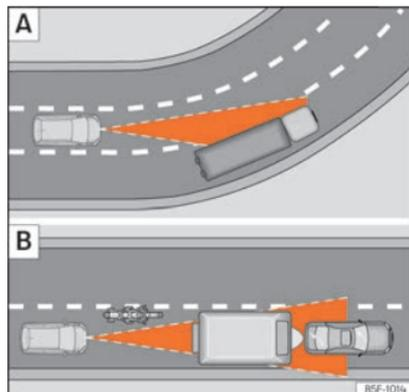

Fig. 182 [A] Veículo numa curva. [B] Motociclo que circula à frente, fora do raio de alcance do sensor de radar.
O ACC poderia não detetar em curva o veículo precedente ou poderia regular a distância com veículos que se encontram noutras faixas » **Fig. 182 [A].**
- Veículos que circulem desalinhados ou fora da zona de deteção do sensor, por exemplo, motocicletas » **Fig. 182 [B]**